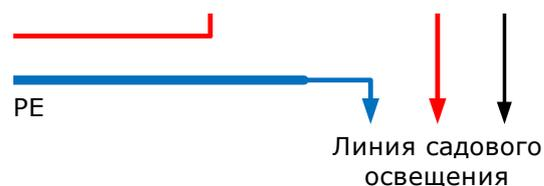

Рис.1.Схема подключения ЩУСО -220
4.1. Фазный провод силового кабеля в щите управления подключите к вводному контакту «L» диф.автомата (поз.1 рис.1), нулевой провод к клемме N на диф. автомате (поз.2 рис.1), земляной провод подключите к шине РЕ.
5.3.1. Автоматический режим (изначально, заводская установка) ручка переключателя режима работы установлена вверх поз.2 рис.1. В данном режиме ландшафтное садовое освещение будет включается автоматически при наступлении сумерек и выключается на рассвете дня.
Для включения ручного режима переведите ручку переключателя вниз поз.2 рис.1, тем самым выключается фотореле, а в линию садового освещения подаётся напряжение 220 В и светильники включаются.